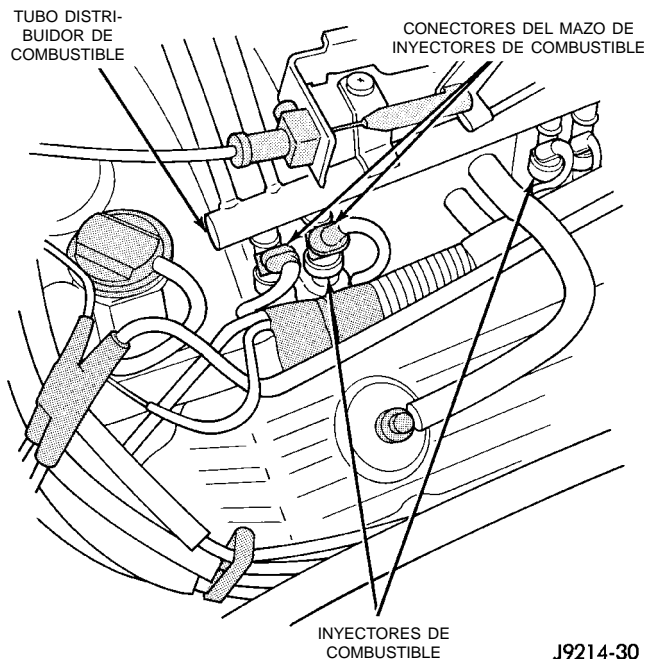

Fig. 32 Conectores de los inyectores de combustible—Característico
- (6) Desconecte los conectores eléctricos situados en todos los inyectores de combustible (Fig. 32). Para la identificación de la posición de los inyectores, el mazo de cableado de la inyección de combustible original de fábrica posee etiquetas numeradas (INJ 1, INJ 2, etc.).
- (7) Desconecte el tubo de combustible (de llegada) situado en el lateral del tubo distribuidor de combustible. Para informarse de los procedimientos, consulte Racores de conexión rápida.
- (8) Retire los pernos de instalación que quedan del tubo distribuidor de combustible.